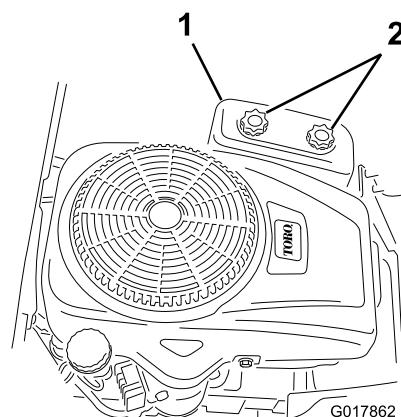

Figura 27
4. Retire la tapa del limpiador de aire desenroscando los 2 pomos (Figura 27).
3. Instale la tapa del limpiador de aire y apriete los dos pomos (Figura 27).